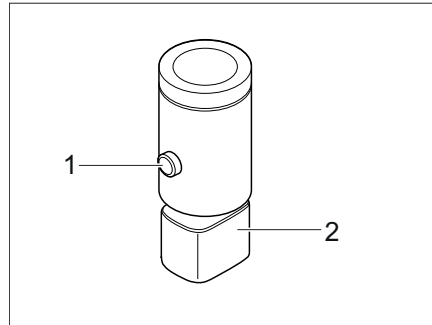

Bild 55 LED-spotlight (exempel)
- Tryck på på-/avstängningsknappen (Bild 55,1). LED-spotlightsen tänds.
- Tryck på på-/avstängningsknappen (Bild 55,1) igen. LED-spotlightsen släcks.
- Ta tag i hållaren (Bild 55,2) och vrid 90°.
- Sätt in LED-spotlightsen på önskat ställe i skenorna och vrid hållaren (Bild 55,2) 90°.